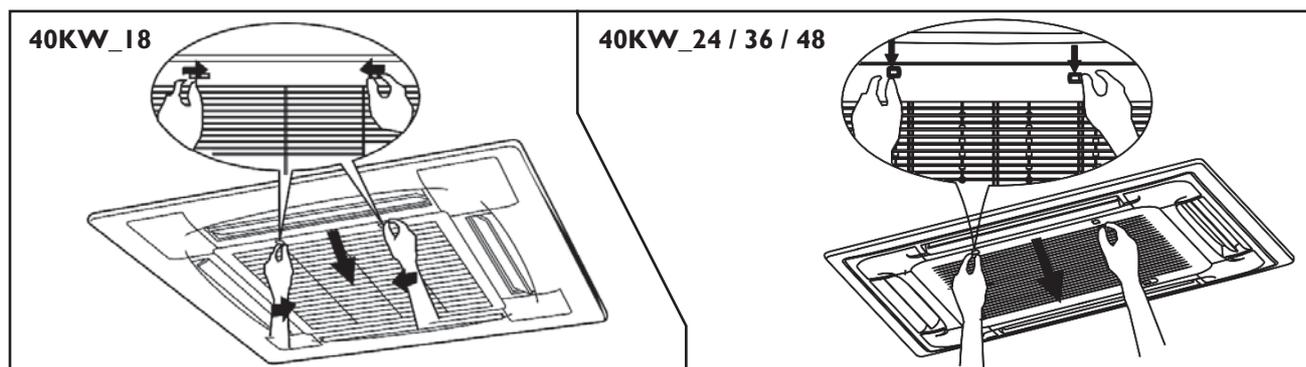

FIGURA 21
- a) Retire cuidadosamente a grelha (se esta vier montada na unidade) empurrando simultaneamente as travas da grelha para o meio (nos modelos 18) ou pressione-as para dentro (nos modelos 40KW\_24 / 36 / 48), em seguida puxe a grelha para baixo, como indicado na figura 21.